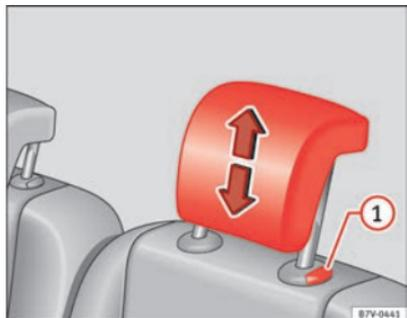

Abb. 88 Einbau der Kopfstützen der zweiten der dritten Sitzreihe.
- Bei gedrücktem Knopf die Kopfstütze ⇒ Abb. 88  entnehmen.